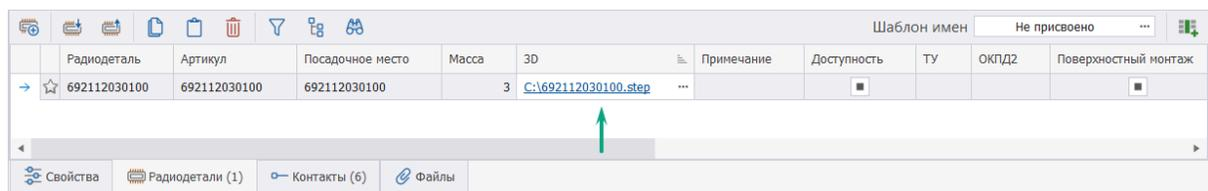

Рис. 175 Внешняя 3D модель задана
11. Путь к выбранному файлу 3D модели для текущей радиодетали отображается в столбце «3D model», см. Рис. 175.